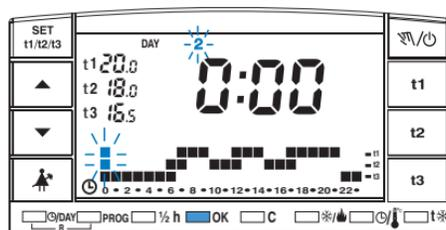

fig. 4
Après avoir terminé la programmation des températures du Lundi, reprogrammer en cas d'erreur (*il est possible d'utiliser les touches ▲ ▼ pour se déplacer rapidement sur l'heure à reprogrammer sur l'échelle thermique; l'heure correspondante est visualisée sur l'afficheur*), ou appuyer sur la touche **OK** pour confirmer le programme introduit. La confirmation (**OK**) fixe en mémoire le programme introduit (pour Lundi) et l'afficheur fait clignoter un tiret sous le Mardi (2) et les chiffres au niveau de l'heure 0:00, superposés à l'échelle thermique programmée pour la veille (fig. 4 sur la page suivante).